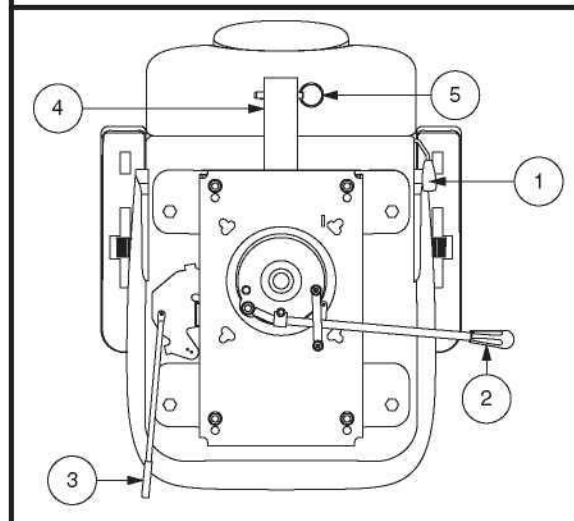

Figura 19. Ajustes en el asiento
Para ajustar el asiento reclinable de su vehículo, siga los siguientes pasos. **Ver la figura 19.**
1. Dependiendo del tipo de asiento, tire hacia arriba o tire hacia abajo de la palanca de bloqueo para desbloquear el asiento. **Ver la figura 19.**
1. Mueva la palanca de deslizamiento hacia fuera. **Ver la figura 19.**
El ángulo del reposabrazos de su vehículo puede ajustarse arriba o abajo girando el reposabrazo ajuste. **Ver la figura 19.** Gire el ajuste del reposabrazos hacia la izquierda para bajar el ángulo del reposabrazos o hacia la derecha para subir el ángulo del reposabrazos.
El soporte de montaje trasero le permite colocar un accesorio personal, como una cesta, un soporte para andador, o un tanque de oxígeno en la parte trasera del vehículo. Utilice el pasador de retención para montar de forma segura sus accesorios en el soporte. **Ver la figura 19.** Consulte con su proveedor autorizado para más detalles.